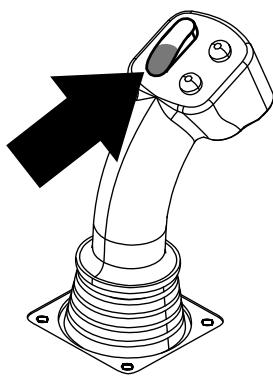
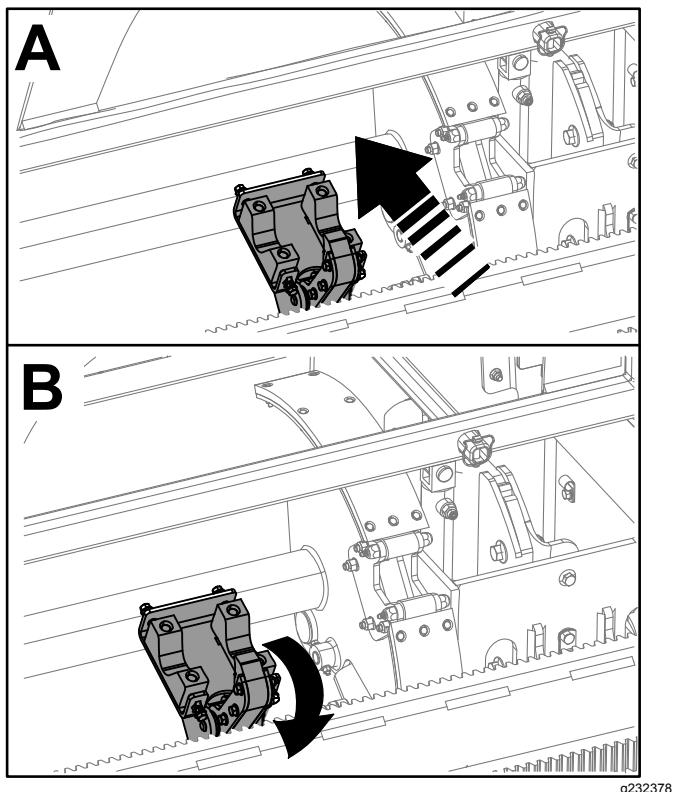

Figura 15
Figura 16
7. Mantenga pulsada la sección inferior del interruptor basculante (Figura 15) hasta que los brazos vuelvan con el tubo a la posición de reposo y se abra el manipulador de tubos al entrar el tubo en el hueco de la leva (Figura 16).